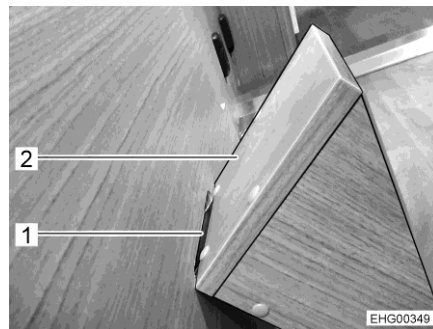
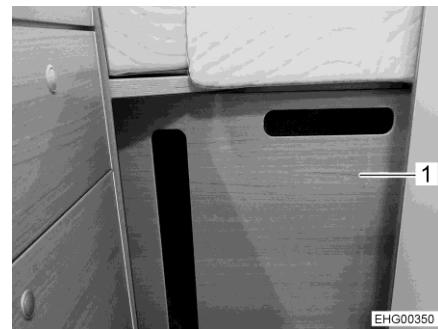

Bild 33 Tritt-Element
Bild 34 Zwischenwand mit Tritt-Element
- Tritt-Element (Bild 33,2) in den unteren Ausschnitt (Bild 33,1) der Zwischenwand (Bild 34,1) einhängen.
- Zwischenwand (Bild 34,1) zwischen den Längsheckbetten einsetzen. Dazu die Zwischenwand in zweiter Position (von der Küchenzeile aus gesehen) einhängen.